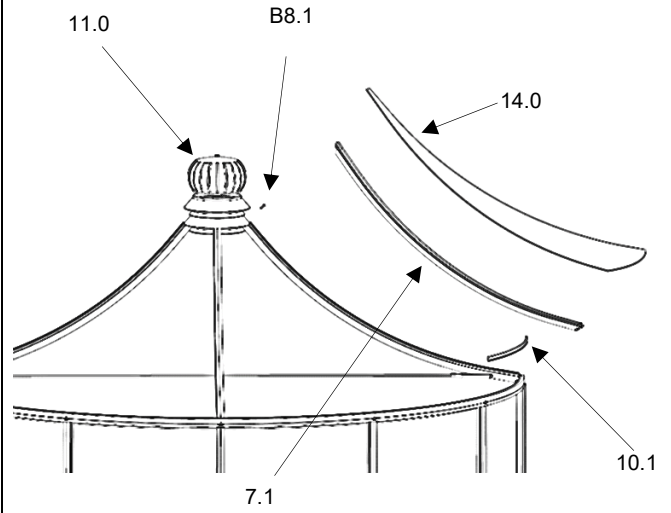

Abb.29
1. als Erstes die innere Mittelsprosse (Dach) (7.1) am unteren Druckring des Dachlüfters (11.0) mit einer Linsenblechschaube (B8.1) montieren. (Abb.29/32)
2. die Mittelsprosse (Dach) (7.1) unten minimal links zur Seite drücken. (Abb.29)
4. Dachverglasung (14.0) von unten nach oben in die Glas-Nut von den Profilen einschieben und einsetzen. (Abb.29)